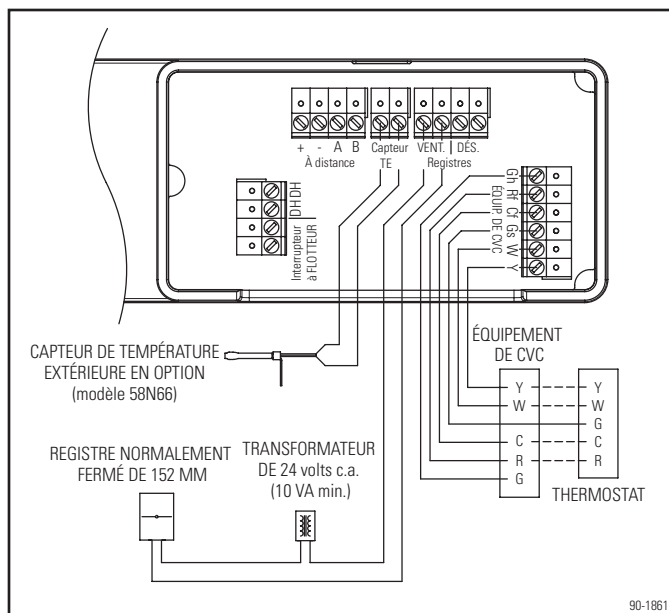

Figure 29. Câblage de la ventilation
Lorsqu'il est câblé comme dans la **Figure 29**, le registre de ventilation s'ouvre lorsque le système de CVC envoie un appel de chauffage (W), de refroidissement (Y) ou de ventilation (Gs), ce qui permet à de l'air frais d'être aspiré lorsque le ventilateur du système de CVC fonctionne (reportez-vous à la section VENTILATION AVEC RÉGULATEUR EXTERNE ci-dessous pour voir les exceptions). Le registre de ventilation s'ouvre également si le déshumidificateur fonctionne. Le mot « VENTILATING » (ventilation) s'affiche sur le régulateur du déshumidificateur lorsque ce dernier effectue la ventilation. Lorsque le système de CVC a répondu à l'appel, le déshumidificateur s'arrête, ou à la fin de la durée de ventilation établie, le registre de ventilation se ferme.